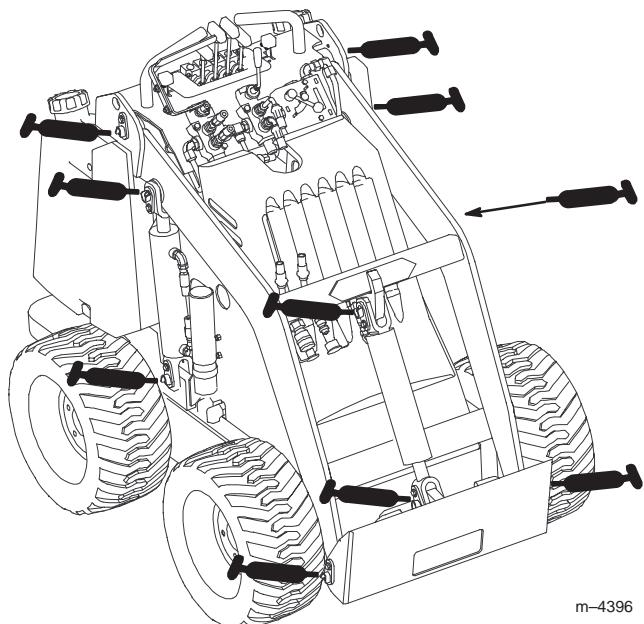

Figure 21
3. Raccordez une pompe à graisse à chaque graisseur (Fig. 21 et 22).